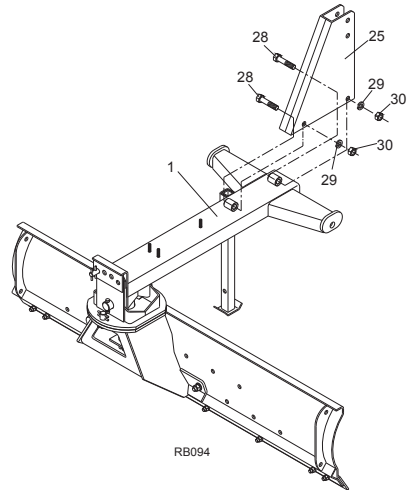

Figura 13. Ensamble del cuerpo del tercer punto
F. Coloque el mástil de enganche del tercer punto (25) en el cucharón como se muestra en el dibujo (figura 13). Asegúrelo con los dos tornillos (28), las dos arandelas de presión (29), y las dos tuercas (30).